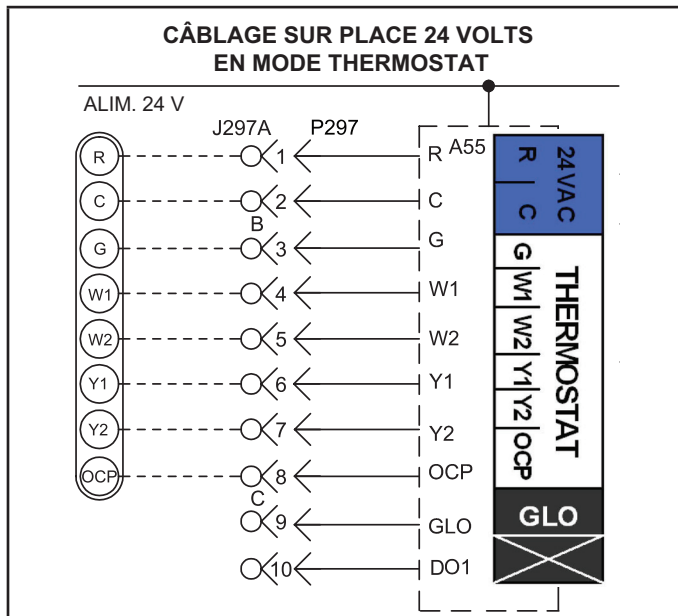

FIGURE 15
- 4 - Câbler comme indiqué à la FIGURE 15 pour les thermostats électromécaniques et électroniques. En cas d'utilisation d'autres dispositifs de contrôle de la température ou de systèmes de gestion de l'énergie, se reporter aux instructions et au schéma de câblage fournis par le fabricant.